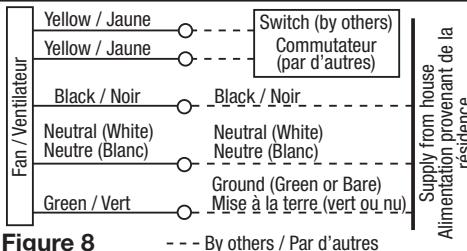

Figure 8
2. For two speed fans wired for continuous ventilation, connect the White wire of the fan to the White (Neutral) wire from the power source. Connect the ground wire from the house to the green wire from the fan housing. Run 2 wires from a properly grounded wall switch (not included) to the fan. Connect the Black wire of the fan to the Black wire (Hot) from the power source. Connect the Hot Yellow wire from the fan to the input of the switch. Connect the second Yellow wire from the fan to the output side of the switch. Closing the switch will change from normal to high speed (**Figure 8**).
2. Pour les ventilateurs à deux vitesses, raccordés pour une ventilation continue. Connectez le fil blanc du ventilateur au fil blanc (neutre) de la source d'alimentation. Connectez le fil de terre de la maison au fil vert du boîtier du ventilateur. Connectez le fil noir du ventilateur au fil noir (chaud) de la source d'alimentation. Utilisez un interrupteur à bascule standard duplex, correctement mis à terre, pour relier le fil jaune chaud du ventilateur à l'entrée de l'interrupteur. Connectez le deuxième fil jaune du ventilateur au côté de sortie du commutateur. Fermer l'interrupteur changera la vitesse de normale à haute vitesse (**Figure 8**).